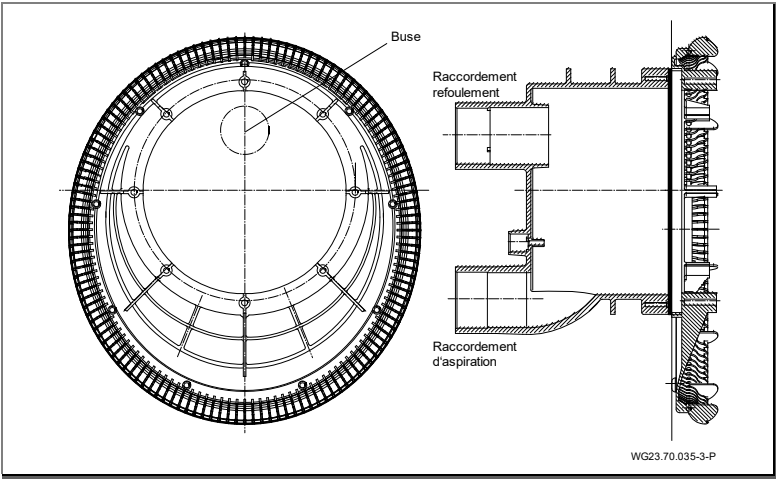
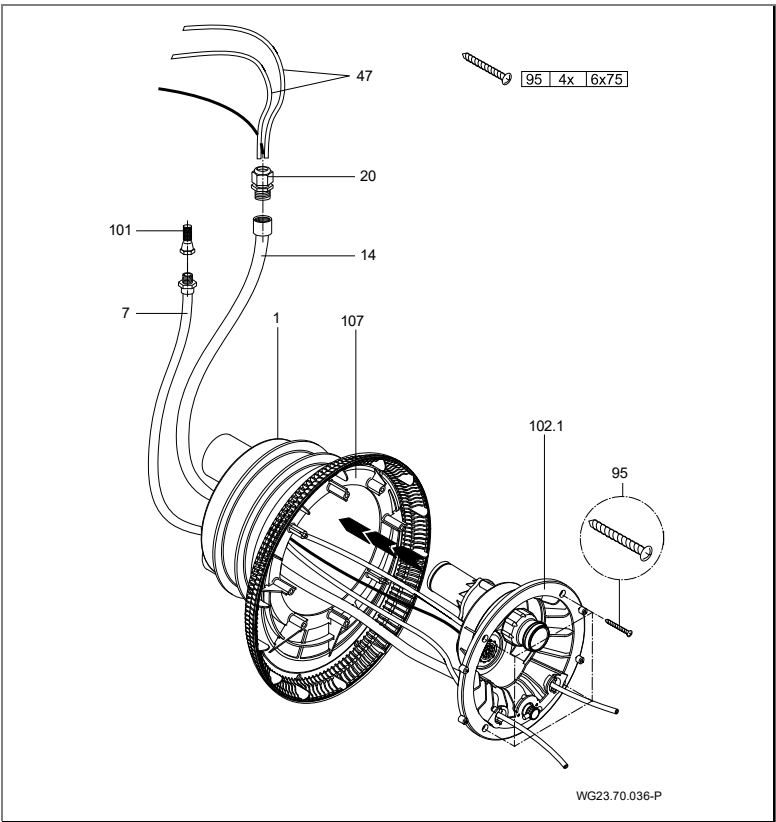
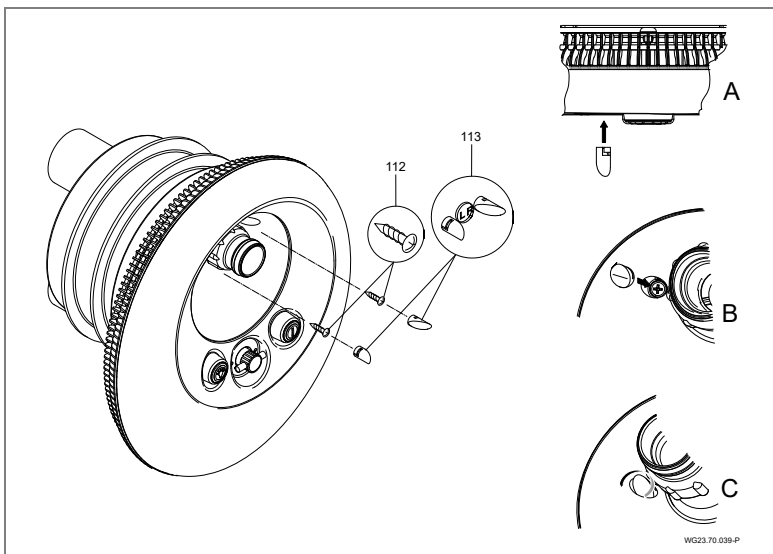

Fig. 16
Fig. 17
Fig. 20
2. Installer le boîtier d'aspiration (107) sur l'anneau de serrage. Respecter la position de montage. (Fig. 16)
3. Appliquer le boîtier des buses (102.1) sur le boîtier de montage (1).
5. Fixer la conduite d'air à l'aide de la pince (8) sur le régulateur d'air (21) monté en usine.
6. Fixer le boîtier des buses (102.1) à l'aide de quatre vis taraudeuses (95) sur le boîtier de montage (1). (Fig. 17)
10. Fixer les enjoliveurs dans le capot de lumière (110) en procédant de la manière représentée sur la fig. 16 A-C. Employer les bons enjoliveurs pour la gauche (L) et la droite (R). (Fig. 20)
1. Desserrer l'écrou (20).
4. Déverrouiller le couvercle (113). Voir "Fig. 20", page 34.
5. Desserrer la vis (112) et enlever le couvercle d'éclairage (110).
6. Desserrer la vis (49) et enlever la face inox (93).
7. Desserrer la vis (95) et enlever le boîtier d'aspiration (107).
8. Desserrer la vis (52). Enlever la bague de serrage (28) et son joint (27).